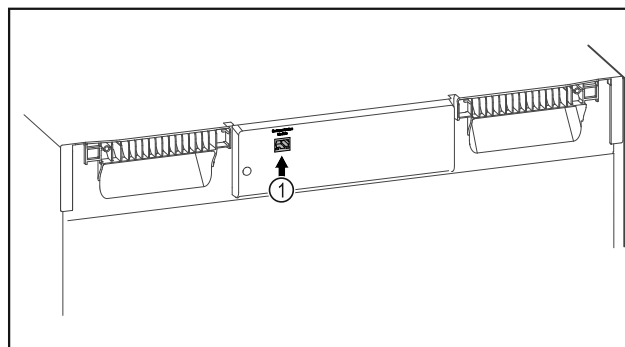

Fig. 131
- SmartModule Fig. 131 (1) is geplaatst.